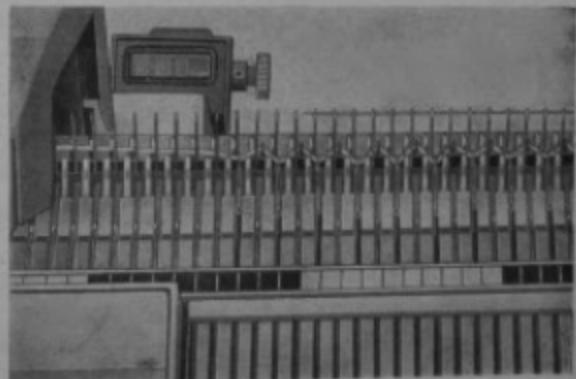

Рис. 23
проходит тогда позади гребенки от конца разрезного ряда к нитеводу (рис. 23)
- Придерживая гребенку левой рукой в верхнем положении, правой рукой засовывают замочную проволоку с правой стороны направлением влево в ушки гребенки (рис. 23).
- Длинную гребенку без замковой проволоки, в симметричном положение к центру фонтур, вставить снизу с ушками сквозь разрезной ряд (рис. 23).